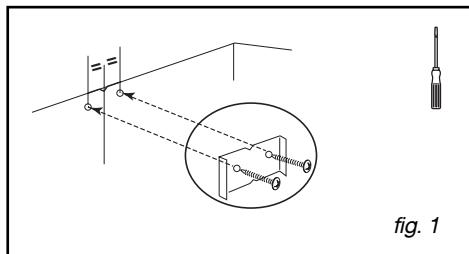

fig. 1
- Fije contra la pared, con los dos tornillos, el soporte metálico de la chimenea, apoyándolo contra el techo (fig.1).